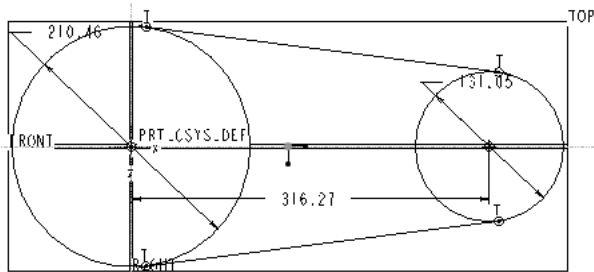

图 3.20 尺寸标注后的情况
(6) 单击【尺寸】操控板中的创建定义尺寸按钮 ，分别单击两个圆心，然后在适当位置单击鼠标中键，完成尺寸标注。结果如图 3.20 所示。